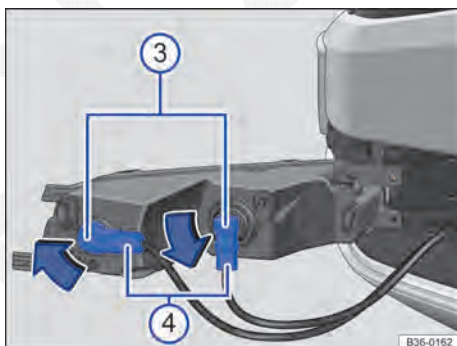

Fig. 312 Substituir a lâmpada incandescente do farol.
4. Retirar para frente o farol do para-choque → Fig. 312.
5. Destravar e retirar o conector → Fig. 312 ④ da lâmpada incandescente queimada.
6. Para destravar a lâmpada incandescente → Fig. 312 ③, girá-la no sentido da seta e retirá-la do farol.
8. Introduzir a lâmpada incandescente → Fig. 312 ③ no farol e girar até o batente no sentido contrário da seta → Fig. 312 para a posição original.
10. Encaixar o conector → Fig. 312 ④ na lâmpada incandescente até ouvir que ela foi travada.